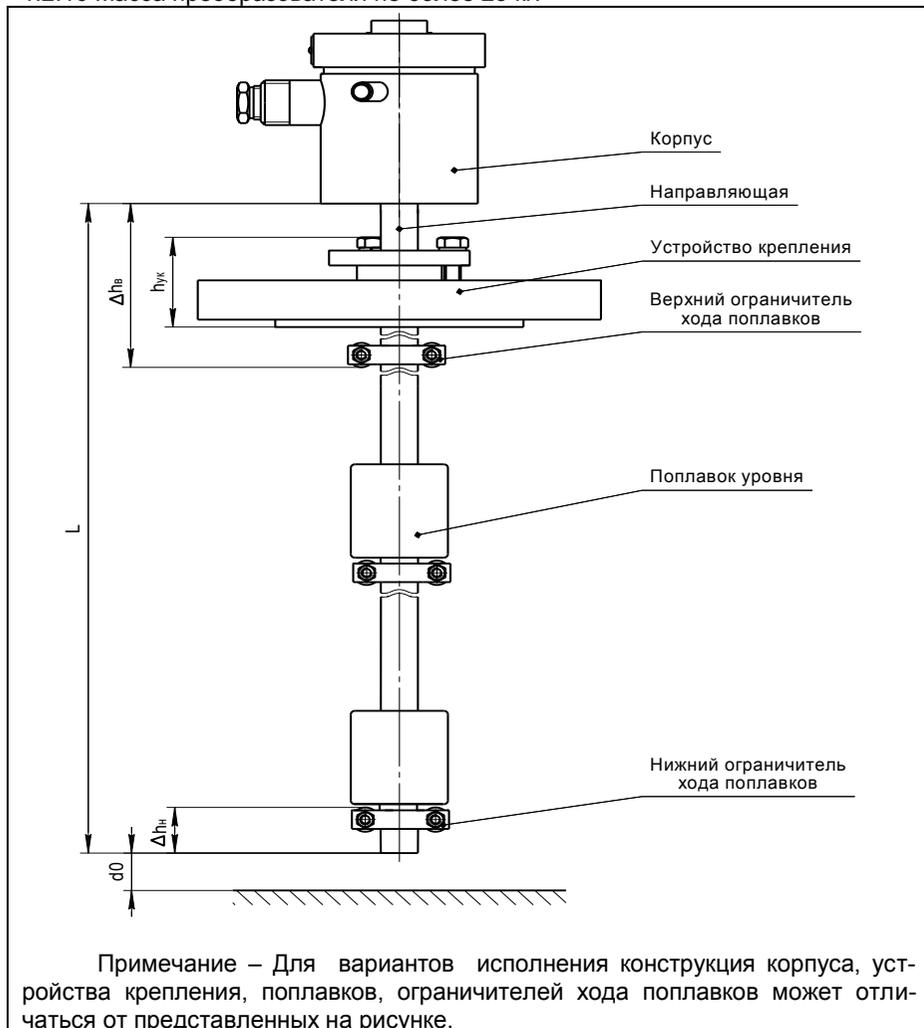

Рисунок 1.1 – Общий вид преобразователя
1.2.1 Длина направляющей L (см. рисунок 1.1) определяется заказом в пределах: